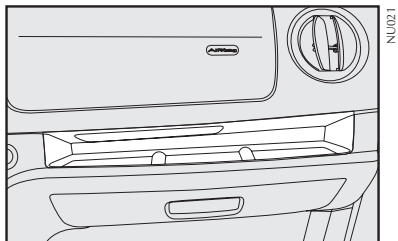

fig. 70
- En el tablero, sobre la guantera **fig. 70**;